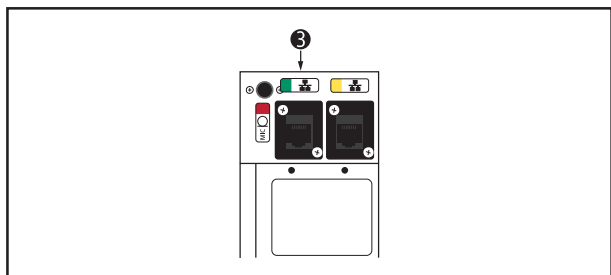

Figura 83.
- [2] Ethernet (mod listă de lucru DICOM) – Conectați Ethernet la portul VERDE de rețea a procesorului de achiziție (identificat în Figura 83. ca nr. 3).